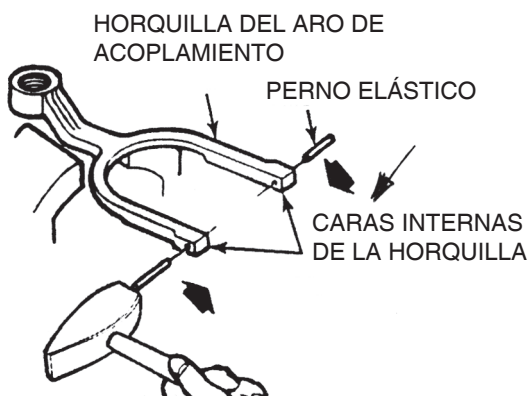

Figura 133
1. En los modelos de diferenciales con horquilla del aro de bloqueo con pernos elásticos, instale dos pernos elásticos en los extremos de la horquilla. Introduzca los pernos hasta que se alineen con el lado interno de la horquilla. Figura 133. No instale los pernos en su posición final en este momento.